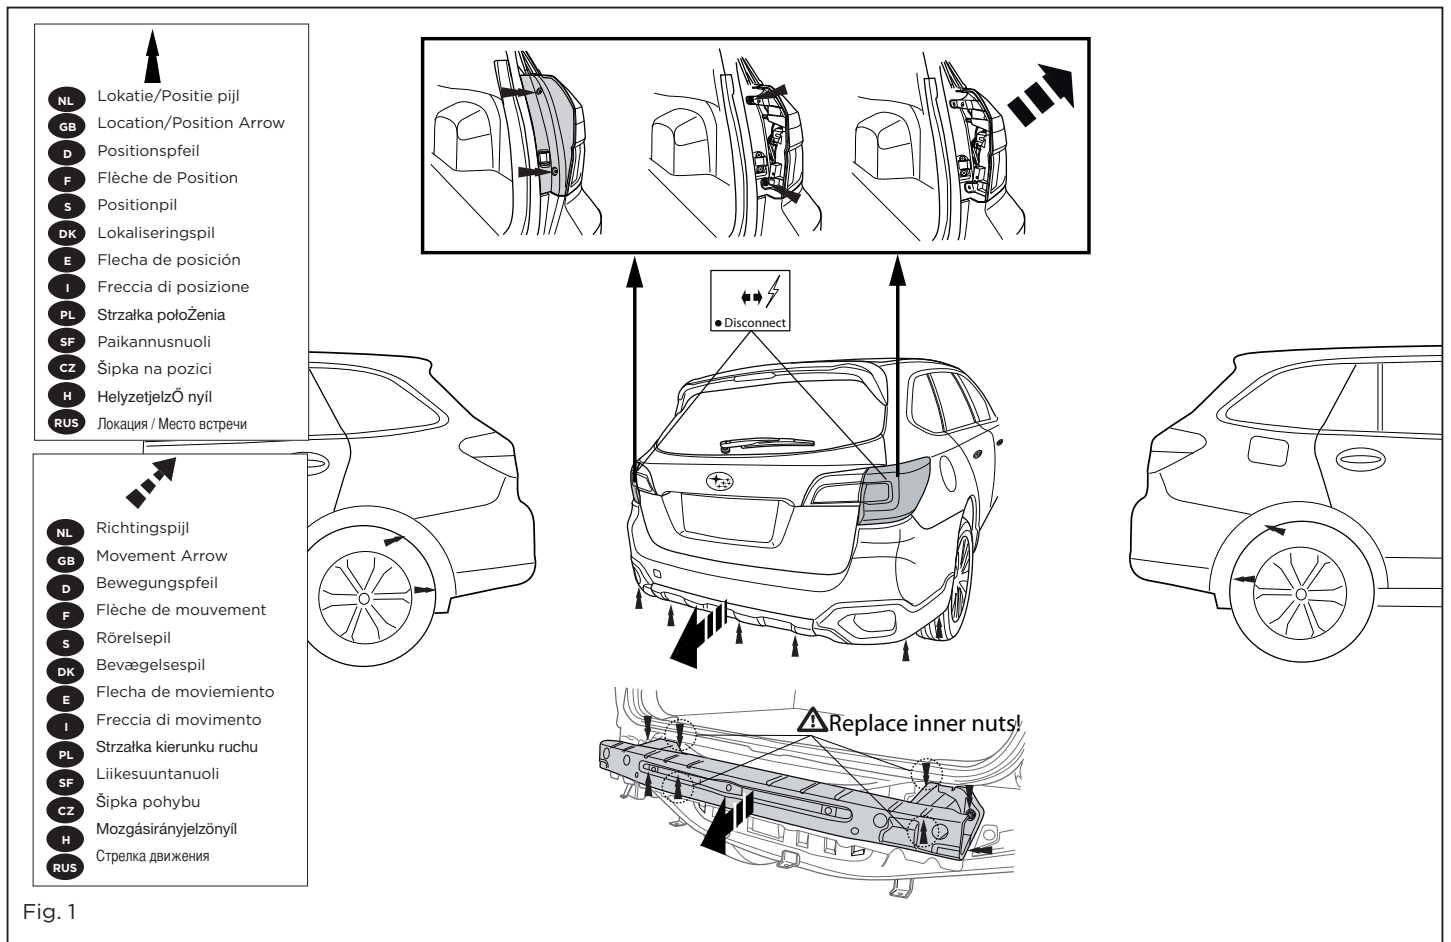

Fig. 1
- 3. The buffer beam will no longer be needed. See figure 1.
2. Die Stoßstange einschließlich des stählernen Stoßbalkens vom Fahrzeug abmontieren. Der Stoßbalken wird nicht mehr benötigt. Siehe Abbildung 1.
2. Déposer le pare-chocs du véhicule y compris la traverse en acier la traverse ne sera plus utilisée. Voir la figure 1.
2. Demonter kofangeren, inklusive køretøjets stålstødbjælke. Denne bliver overflødig. Se fig. 1.